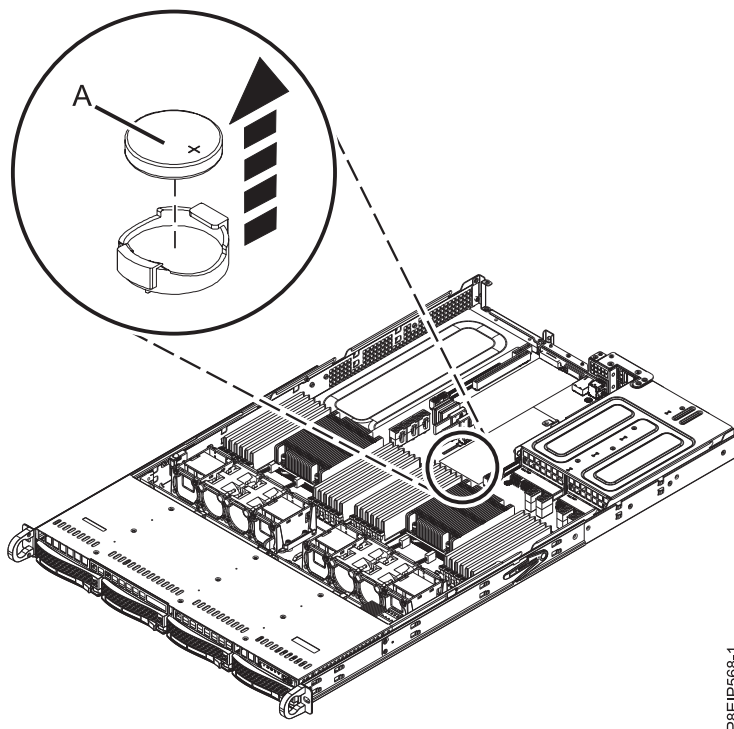

Figure 75. Emplacement de la batterie de l'horloge
3. Retirez la batterie de l'horloge (A) comme indiqué dans la figure 75. Lorsque vous retirez la batterie, n'utilisez pas d'outil métallique pour la dégager de son emplacement.